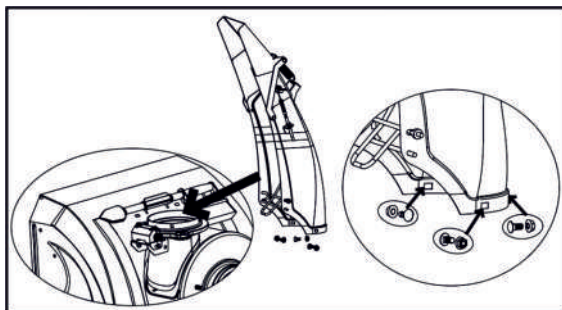

Рис. 11
1) Поместите желоб на посадочное место, зафиксируйте его тремя болтами и гайками из комплекта поставки (рис. 11).